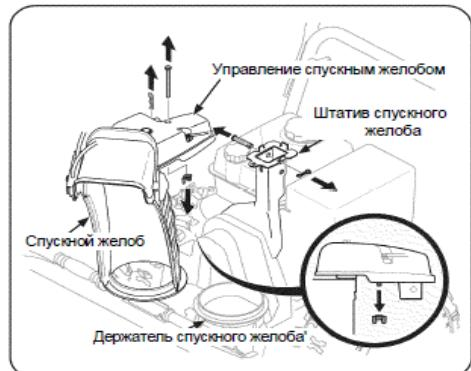

Рис. 2
2. Извлеките шплинт, барабанную гайку и шестигранный болт с головкой управления выбросом и штифт с головкой и отверстием под шплинт с кронштейна поддержки желоба. (См. Рис. 2).